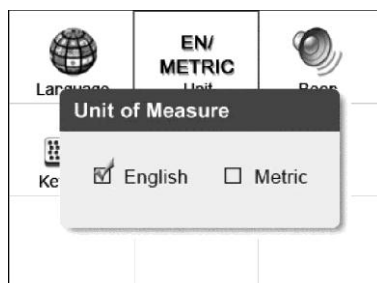

Рисунок 3-4
2) В окне **Unit of Measure** [Единицы измерения] с помощью **кнопки прокрутки влево/вправо** выберите необходимую систему единиц измерения. См. рисунок 3-4.